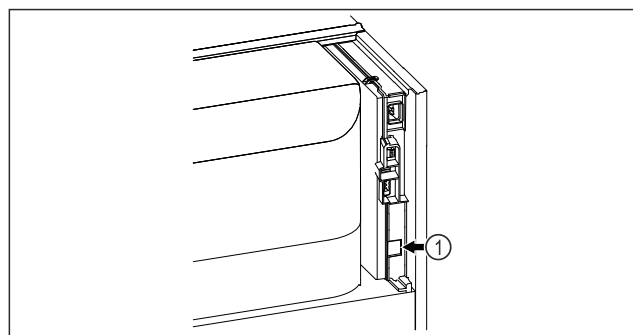

Fig. 89
- Le SmartModule Fig. 89 (1) est installé.